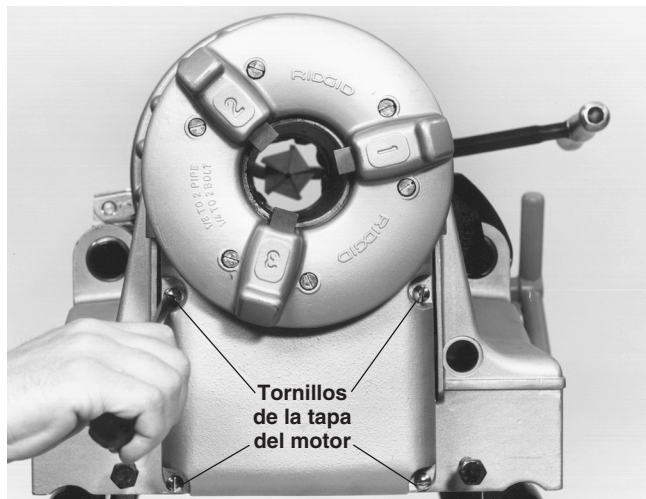

Figura 28 – Soltar y extraer los tornillos de la tapa del motor
2. Suelte por completo los cuatro pernos que sostienen la tapa del alojamiento del motor en su lugar y extraiga la tapa del alojamiento (Figura 28).